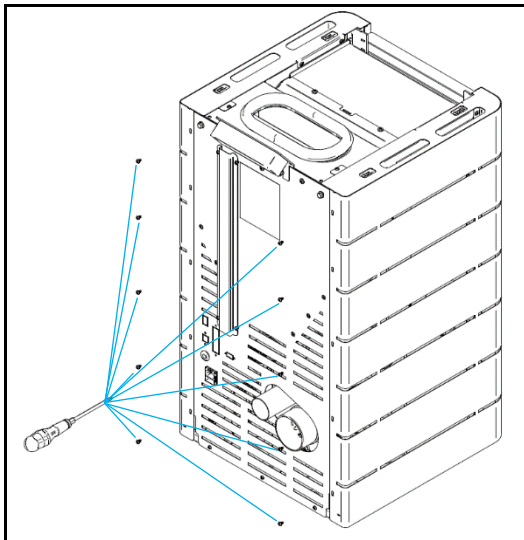

Figura 23 - Fijación de las capas laterais
e) Apretar las laterales en la parte posterior utilizando 10 tornillos del kit, tal como se demuestra en la Figura 23.